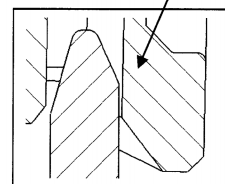

図3/ Fig.3
- ・位置決め後、両端のモールドどうしがゆるく嵌まるまで嵌合して下さい（図3）。
After locate, please mate connector where the molds fit loosely (Fig.3) .